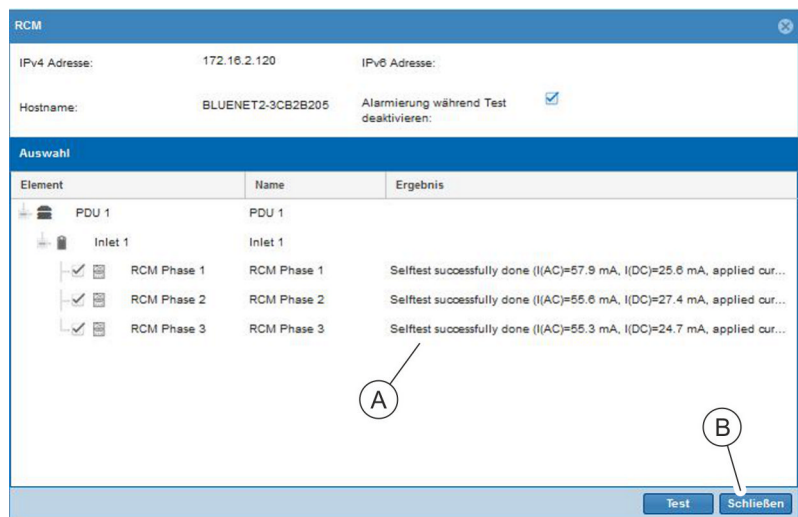

Abb. 148: Fenster "RCM"
7. ➤ Ergebnis des RCM-Selbsttests überprüfen (Abb. 148/A).
- 8.** ➡ Fenster "RCM" über die Schaltfläche „Schließen“ (Abb. 148/®) verlassen.